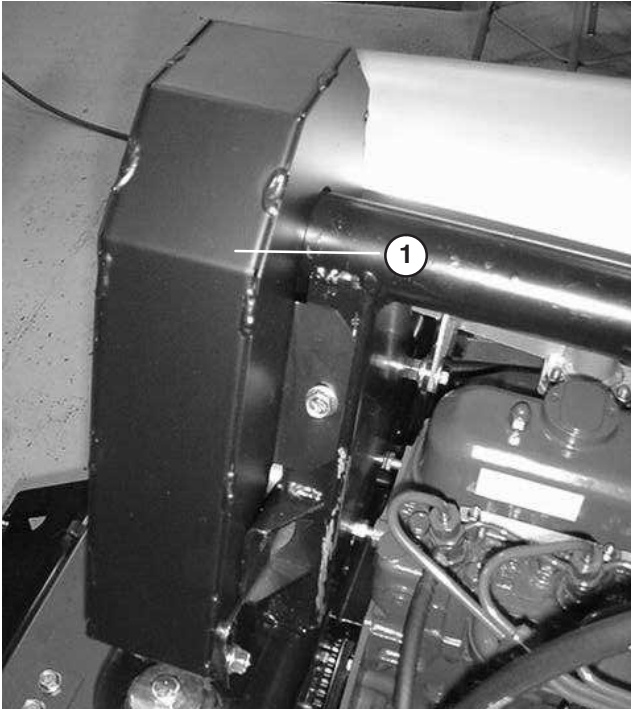

**Bild 54**
2. Bei einer einwandfreien Spannung lässt sich der Riemen 10 mm durchbiegen, wenn eine Kraft von 45 N auf halbem Weg zwischen den Riemenscheiben angesetzt wird (Bild 54).